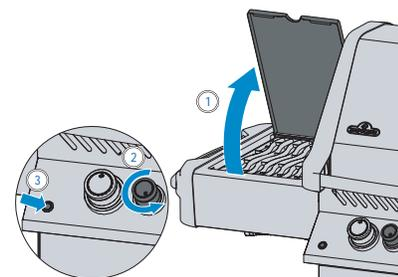

Fig. 2
4. Si el quemador no enciende, regrese la perilla a la posición de apagado, espere 5 minutos y repita el paso 2 y 3. (Fig. 2)